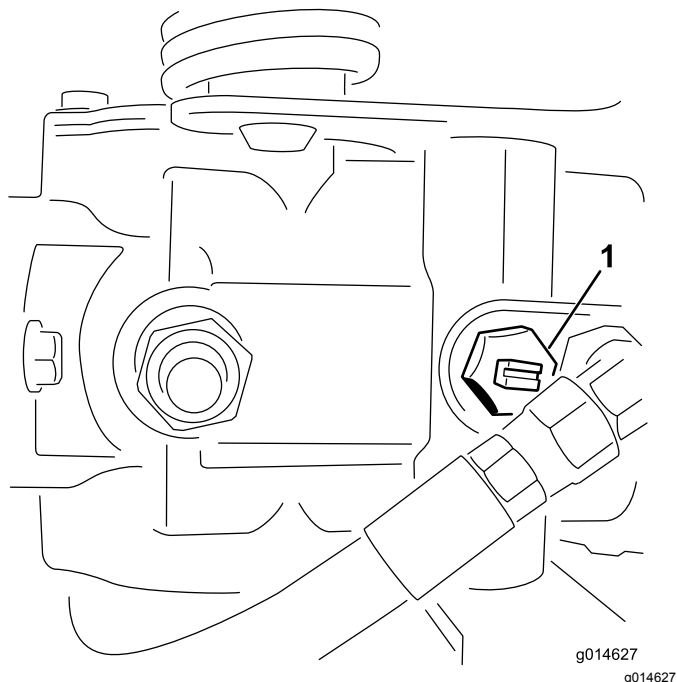

Рисунок 26
1. Найдите на насосе перепускной клапан и поверните его так, чтобы паз был вертикален (Рисунок 26).
2. Перед запуском двигателя закройте перепускной клапан, повернув его так, чтобы паз находился в горизонтальном положении (Рисунок 26).